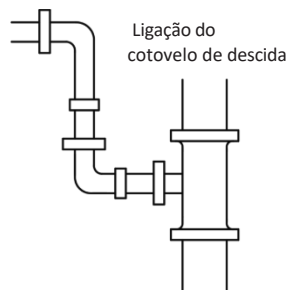

Fig. 4.14
- ②: Ligação do cotovelo de descida instalado (Fig. 4.14)